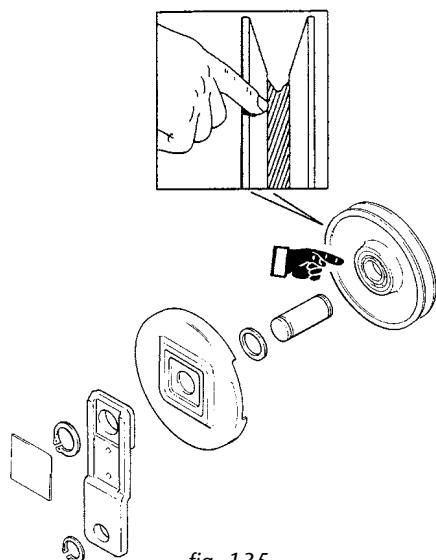

fig. 135
*Verifica trimestrale dell'efficienza delle pulegge (bozzello e/o rinvio) - (fig. 135):*